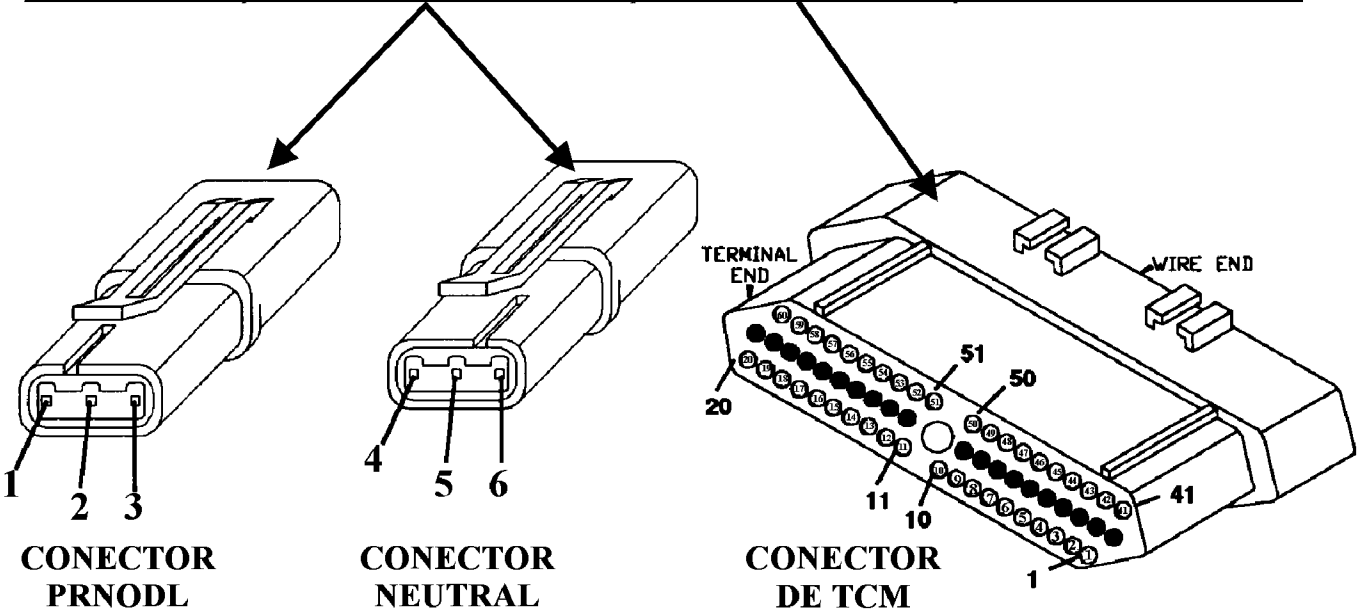

Figura 38
- Si los conectores están bien, use la tabla en la figura 38 para hacer pruebas de continuidad a los circuitos individualmente.